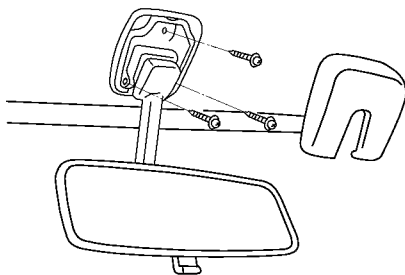

图 17-93 拆下 3 个螺钉和后视镜
(1) 拆下辅助夹紧件、遮阳板和夹持件。
(2) 拆下车内后视镜。用手撬出后视镜，拆下 3 个螺钉和后视镜，如图 17-93 所示。